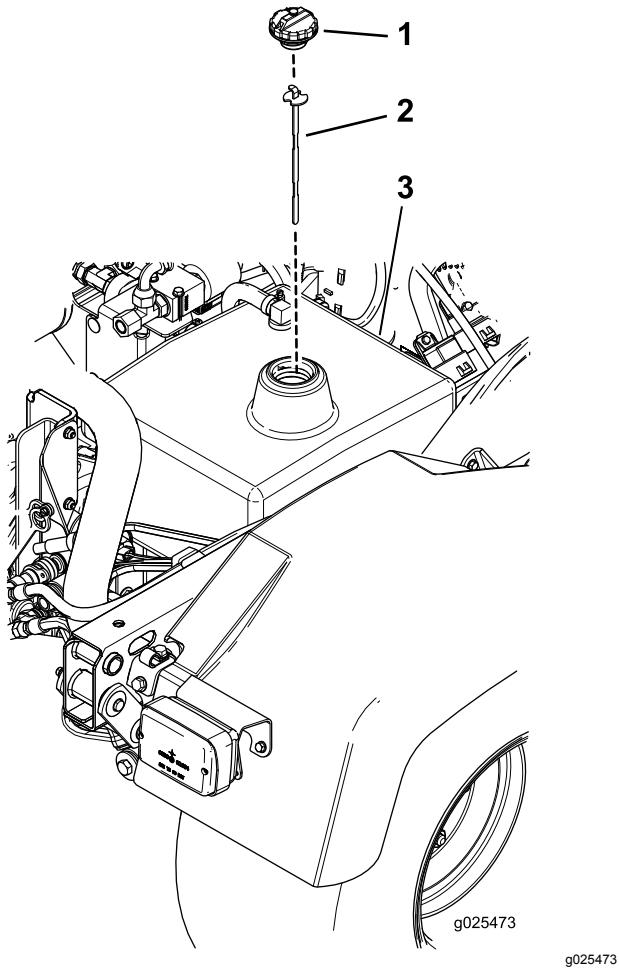

Bild 22
1. Reinigen Sie den Bereich um den Einfüllstutzen und den Deckel des Hydraulikbehälters (Bild 22). Drehen Sie den Deckel vom Einfüllstutzen ab.
2. Entfernen Sie den Peilstab (Bild 22) aus dem Einfüllstutzen und wischen ihn mit einem sauberen Lappen ab. Stecken Sie den Peilstab in den Einfüllstutzen und ziehen ihn dann heraus, um den Ölstand zu prüfen. Der Ölstand sollte sich zwischen den beiden Marken am Peilstab befinden.